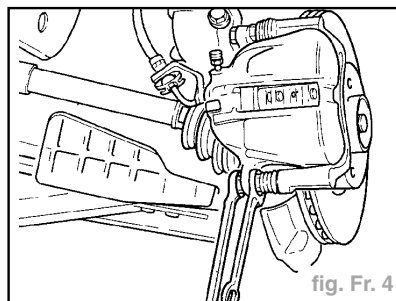

fig. Fr. 4
- Dévisser la vis de fixation inférieure du boîtier d'étrier de frein. A cet effet, faire contre-appui sur le pivot de guidage (fig. Fr. 4).